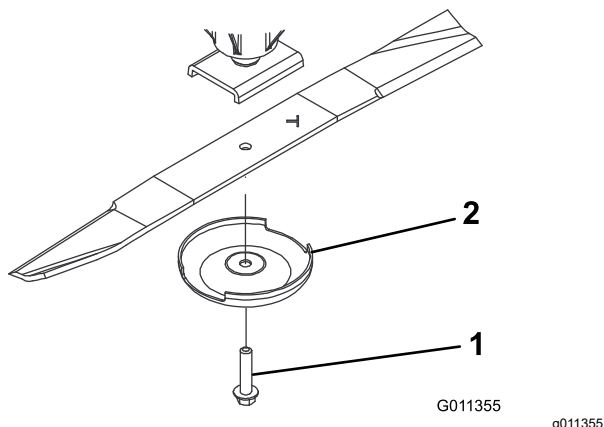

Figure 97
3. Enlevez le boulon, la coupelle de protection et la lame de l'axe de pivot (**Figure 97**).